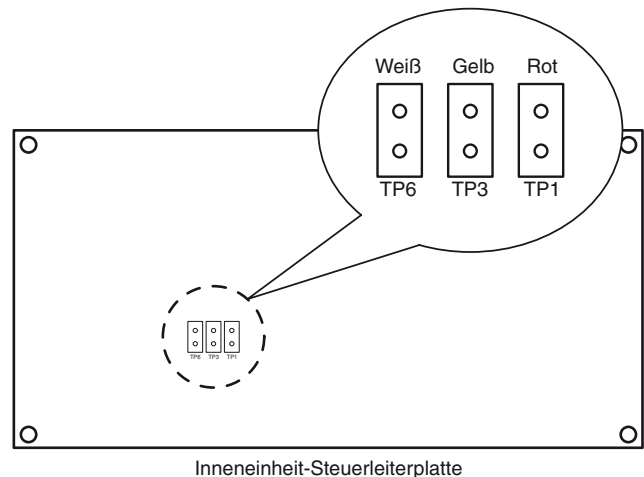

Abb. 3-17
2. Öffnen Sie die Abdeckung am Gehäuse für die elektrischen Komponenten und machen Sie den Ort der Kurzschlussstifte an der Inneneinheit-Steuerleiterplatte ausfindig (Abb. 3-17)